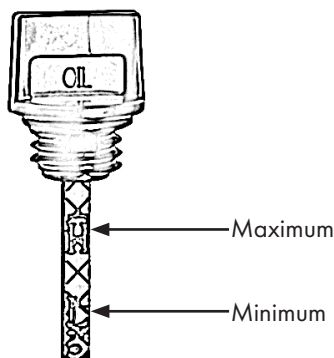

Figure 15
- Lisez le niveau d'huile, voir aussi la figure 15.
**Il doit y avoir un film d'huile entre les repères supérieur et inférieur. Si aucun film d'huile n'est visible, le niveau d'huile est trop bas, fig. 15. Remplir avec plus d'huile. H-Haut signifie maximum. L-Low signifie minimum.**